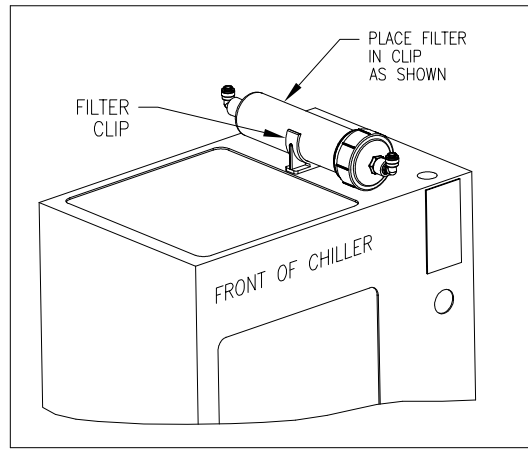

FIG. 4
- A) SCREW FILTER CLIP TO CHILLER IN LOCATION SHOWN IN FIG. 4. (SCREW PROVIDED)